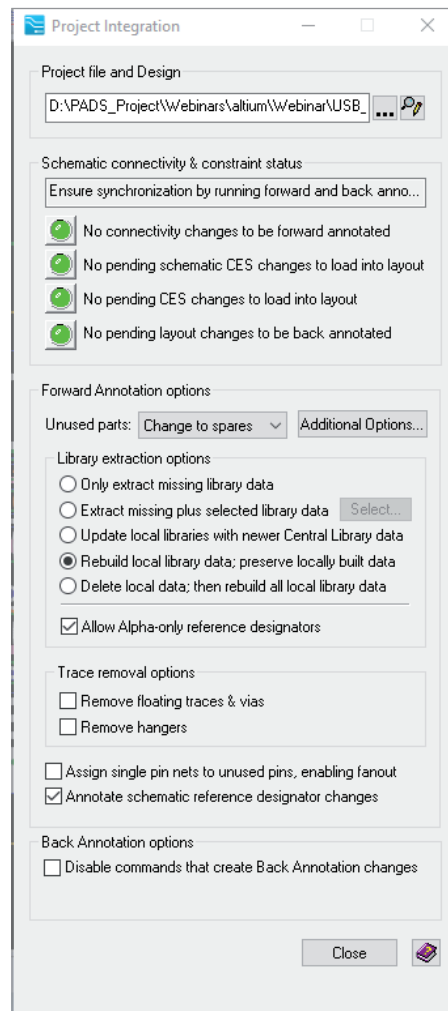

Рис. 23
3. Нажимаем на желтый индикатор и ждем (рис. 23). Если все индикаторы стали зелеными – работа выполнена! Ошибок, конечно, не избежать, но их, как правило, достаточно легко исправить.